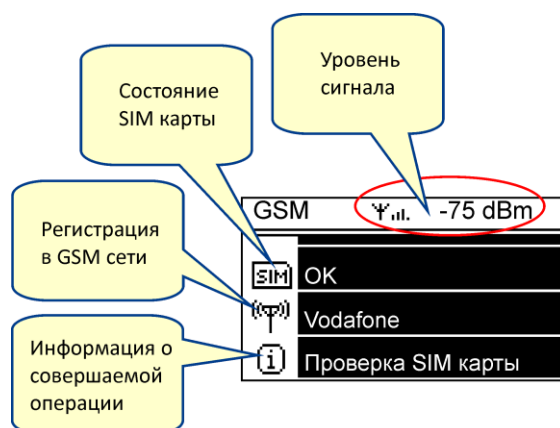

Рис. 5.25. Индикация состояния GSM модема
5.11.2 К коммуникационному порту контроллера может быть подключён GSM модем, поддерживающий RS-485 интерфейс. Использование GSM модема позволяет контроллеру принимать SMS команды и отправлять ответную SMS информацию (п. 5.11.2.1). Если в параметрах установлено подключение GSM модема (Р104, табл. 5.10), то на главной странице индикации (п. 5.6) появится ещё один экран, отображающий состояние GSM модема (рис. 5.25).